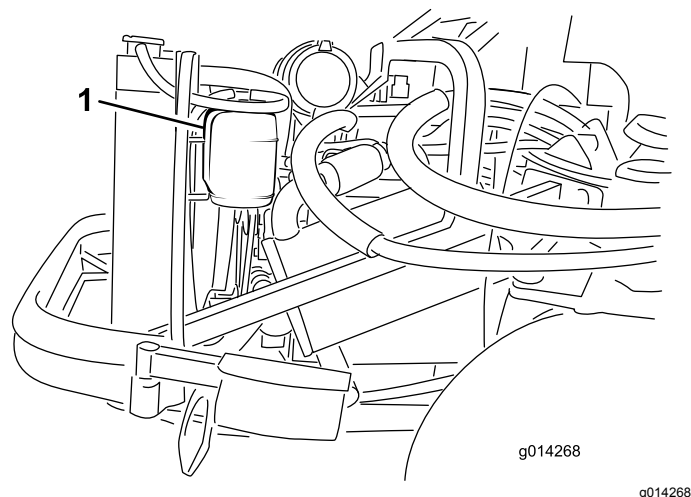

図 69
1. 液量の点検は補助タンクで行う(図 69)。タンク側面についている2本のマークの間であれば適正である。